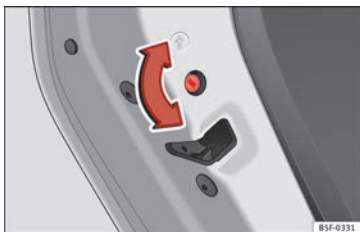

Fig. 135 Seguro para niños de la puerta izquierda.
- Con la puerta abierta, gire la ranura con la llave del vehículo en sentido horario para las puertas izquierdas » **fig. 135** y en sentido anti-horario para las puertas derechas.
- Con la puerta abierta, gire la ranura con la llave del vehículo en sentido anti-horario para las puertas izquierdas » **fig. 135** y en sentido horario para las puertas derechas.